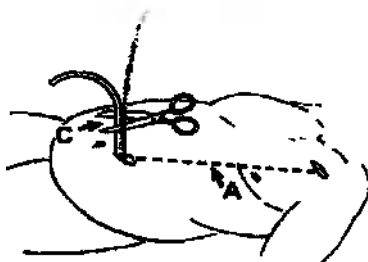

Рисунок 10
6. Вставьте градуированный конец туннельного проводника в первичный разрез рядом с абдоминальным катетером, перпендикулярно к фасции и параллельно катетеру. Продвиньте туннельный проводник, чтобы его наконечник достиг апоневроза прямой мышцы (Рис. 10).
7. Держите наружную ветвь абдоминального катетера рядом с туннельным проводником и параллельно ему. Используя сантиметровые отметки на туннельном проводнике, обрежьте абдоминальный сегмент катетера так, чтобы над уровнем фасции остался отрезок длиной «С» (Рисунок 10).